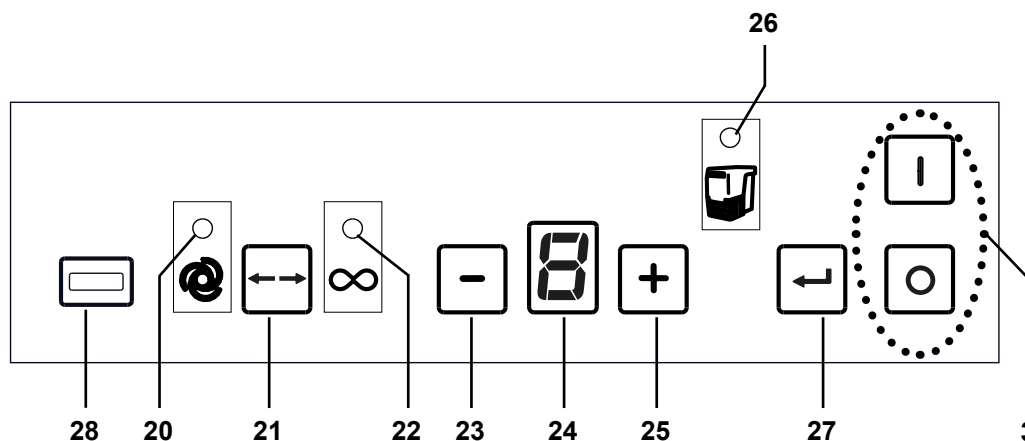

Рис. 2
- ⇒ Аппарат выключать с помощью выключателя / выключателя (3, Рис. 2).
Обслуживание вытяжки осуществляется с помощью клавиш на панели управления (Рис. 2).